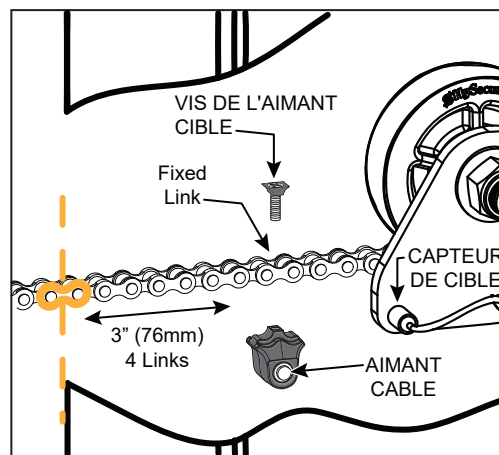

Figure 4. Installez l'aimant cible
4. Trouvez la marque sur le maillon et comptez environ quatre maillons fixes en direction de l'opérateur (approximativement 76 mm, 3 po). Figure 4.
5. Enlevez la vis de l'aimant cible. Figure 4.
6. Fixez l'aimant cible au maillon de la manière indiquée dans l'illustration. Insérez la vis et serrez fermement. Afin d'éviter d'endommager la roue, la tête de la vis doit être installée d'affleurement avec les rouleaux de chaîne. Figure 4.